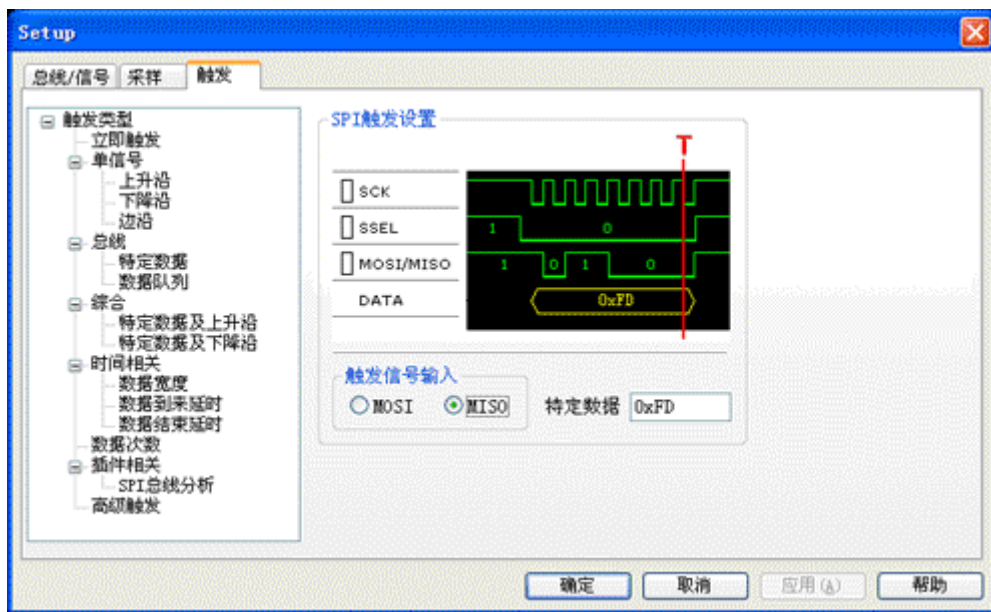

图 4.23 设置插件触发
- **步骤1:** 点击菜单栏【设置】->【触发】设置触发条件。选择插件相关中的SPI总线分析，在特定数据输入框中输入0xFD，如图 4.23 所示。